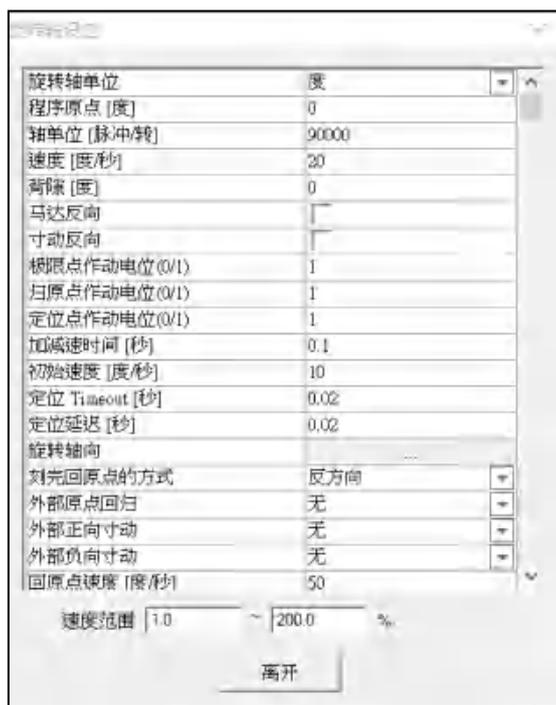

图 6.2.03
7. 按「设定」按钮，则出现如图6.2.03对话框可进行相关所有设定。